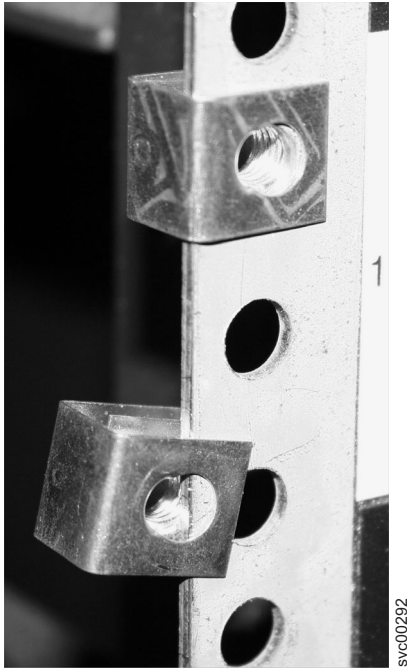

図6. クリップの位置決め
2. 15 ページの図 6 に示すように、4 個の「C」クリップをラックのマウント・バーで位置決めします。